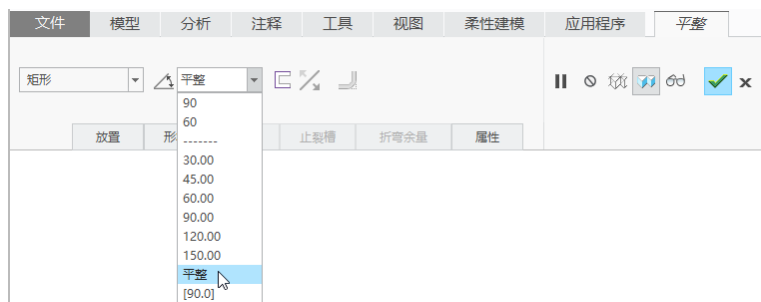

图 1-113 从“壁角度”下拉列表框中选择“平整”选项
(3) 在“平整”选项卡的（壁角度）下拉列表框中选择“平整”选项，如图 1-113 所示。